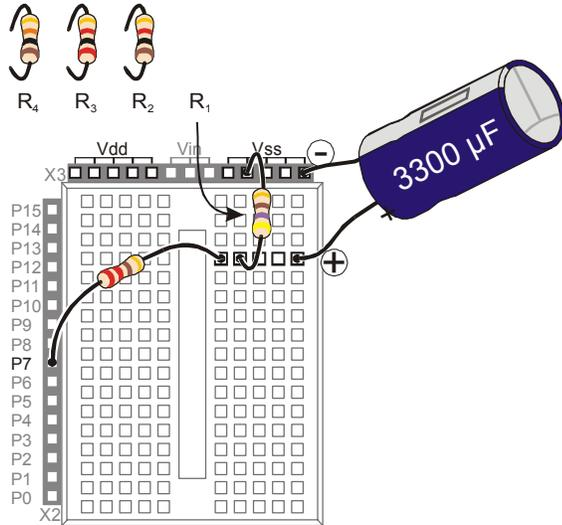

Figura 5-9
La Figura 5-8 mostra lo schema elettrico del circuito e la Figura 5-9 mostra lo schema di cablaggio per questo Esercizio. Farete misure di tempo usando Resistenze di valore diverso al posto della Resistenza etichettata R_i .
Il vostro condensatore da 3300 μF funzionerà benissimo in questo esperimento, se vi assicurerete che i suoi terminali positivo (+) e negativo (-) siano collegati **ESATTAMENTE** come mostrato in Figura 5-8 ed in Figura 5-9.
- √ Rimuovete la resistenza da 470 Ω etichettata R_i nella Figura 5-8 e nella Figura 5-9 a pagina 147, e sostituirla con la Resistenza da 1 k Ω .